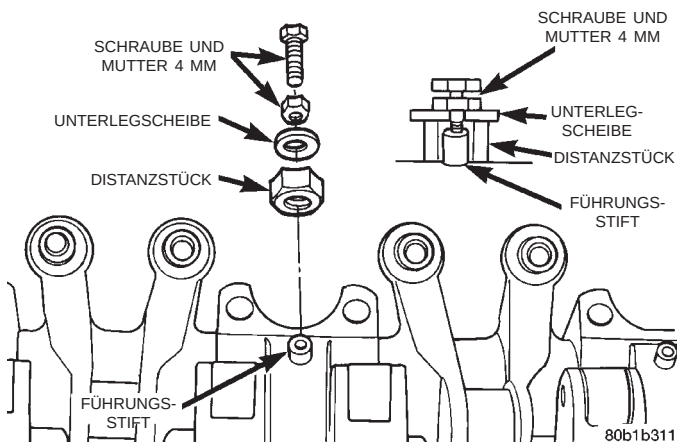

Abb. 55 Kipphebel und Kipphebelwelle zerlegen
(1) Führungsstift ausbauen. Hierzu eine 4-mm-Schraube mit Mutter, einen Distanzring und eine Unterlegscheibe verwenden (Abb. 55). Schraube fest in den Stift eindrehen, anschließend die Mutter auf der Schraube losdrehen. Dadurch wird der Führungsstift aus dem Wellenlagerbock gezogen. Führungsstifte nicht wiederverwenden. Kipphebel und Lagerböcke der Reihe nach ausbauen.